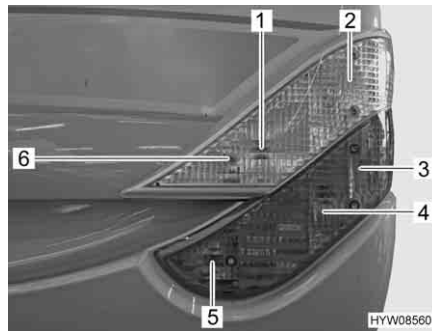

Fig. 126 Luci posteriori (lato anteriore)
- Svitare le sei viti ad esagono cavo (Fig. 126,6)